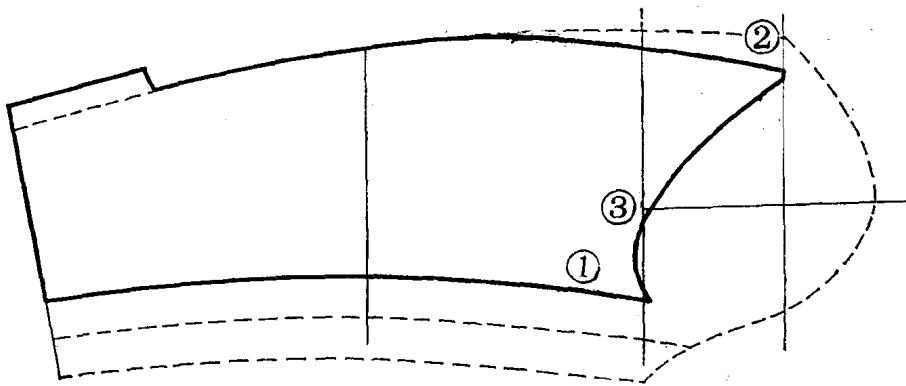

图 1-10
2. 直线图(见图 1-10)
① 痿肚线：按胖肚前袖肥线再向里量进 3 厘米，作平行弧线。
② 胖肚线：后袖山头按胖肚偏进 2.4 厘米，偏至袖开深线与袖肘线约 $\frac{1}{2}$ 处，以下与胖肚重合。
③ 袖底弧线：依照袖子示意图用裁剪型板尺划顺。其余领头、袋位、省缝等弧线可参照整体总裁剪图制图。